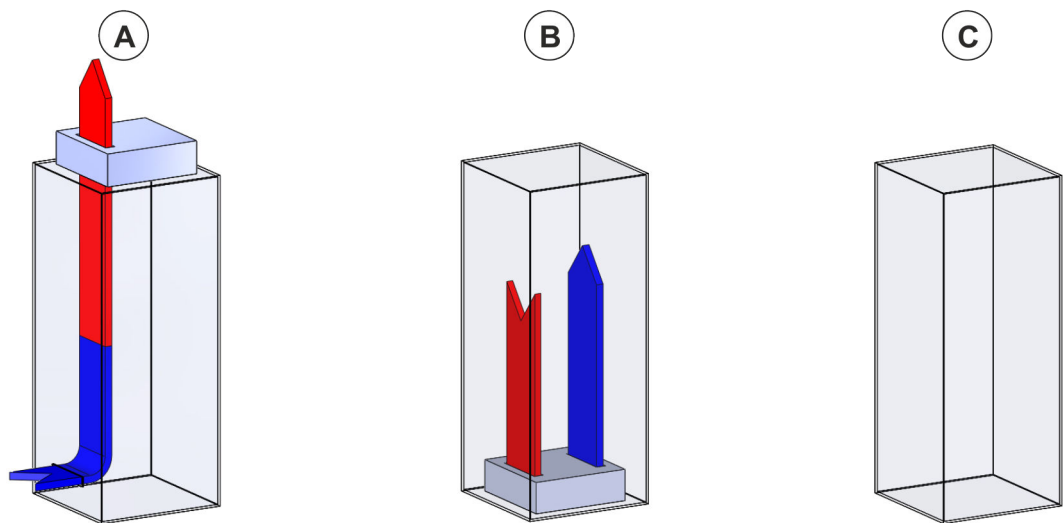

Abb. 18: Kühlkreislauf 19"-Schrank
- Einsatz nur in geschlossenen Schränken. Wenn Kühlgeräte eingebaut sind, sicherstellen, dass kein Luftaustausch mit der Umgebungsluft stattfindet (Abb. 18).